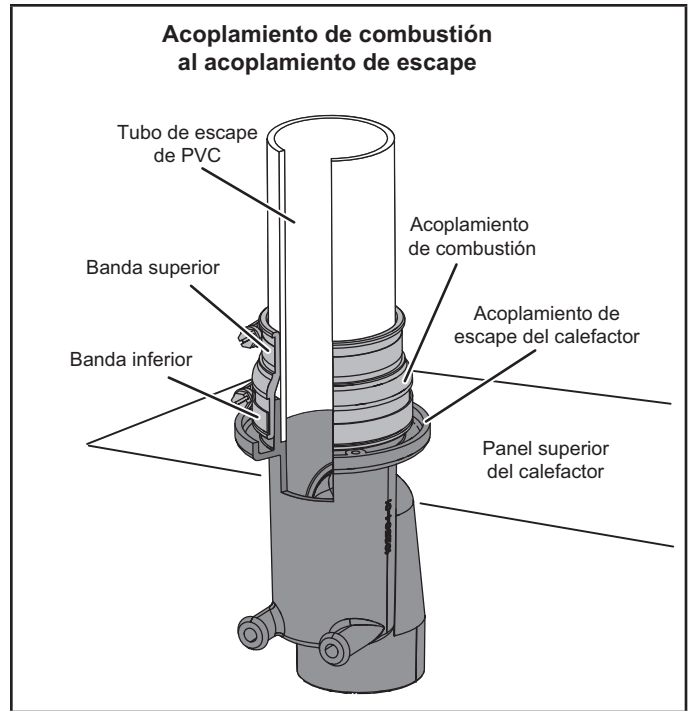
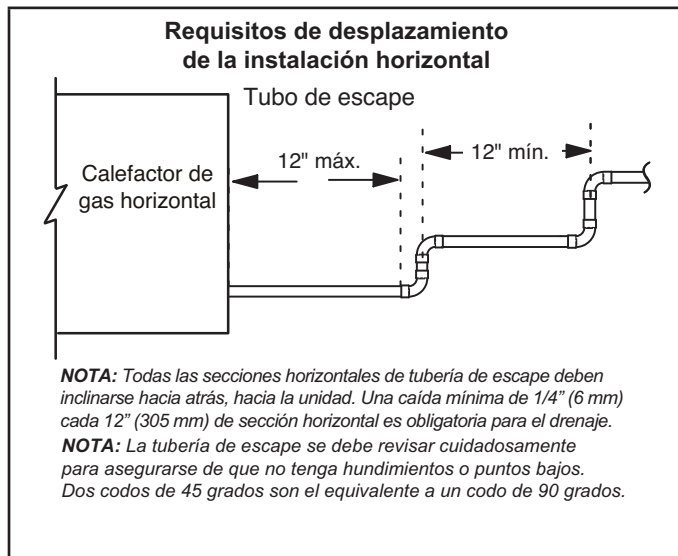

FIGURA 17
FIGURA 18
NOTA: La tubería de ventilación debe instalarse con el adaptador de ventilación suministrado. Consulte la figura 17.
Tubería de escape (FIGURA 17, FIGURA 18, FIGURA 20 y FIGURA 21)
- 4 - Apriete las bandas superior e inferior a 40 lb-pulg. Consulte la figura 17.